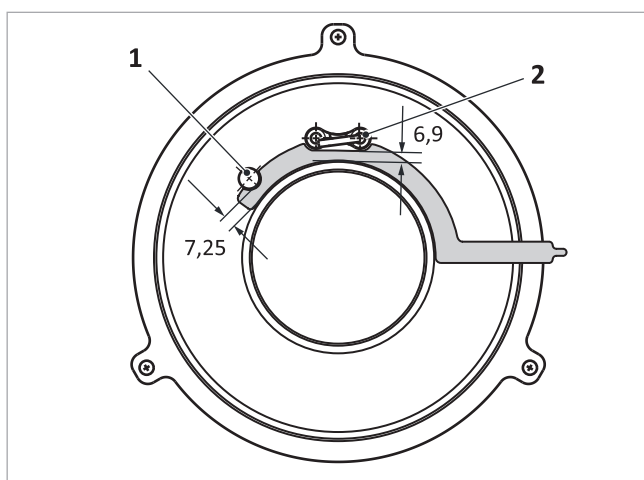

Fig. 137: Distancias entre los electrodos de ionización y de encendido y el quemador piloto
- Electrodo de ionización → fig. 137 (1): 7,25 mm
- Electrodo de encendido → fig. 137 (2): 6,9 mm